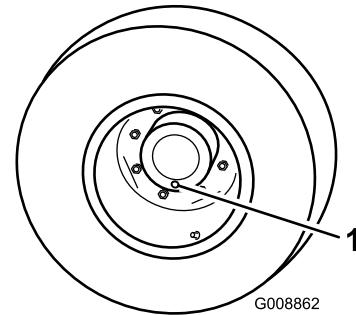

図 89
1. 平らな場所で、点検/ドレンプラグが一番低い位置時計の 6 時の位置に来るよう停止させる図 89。